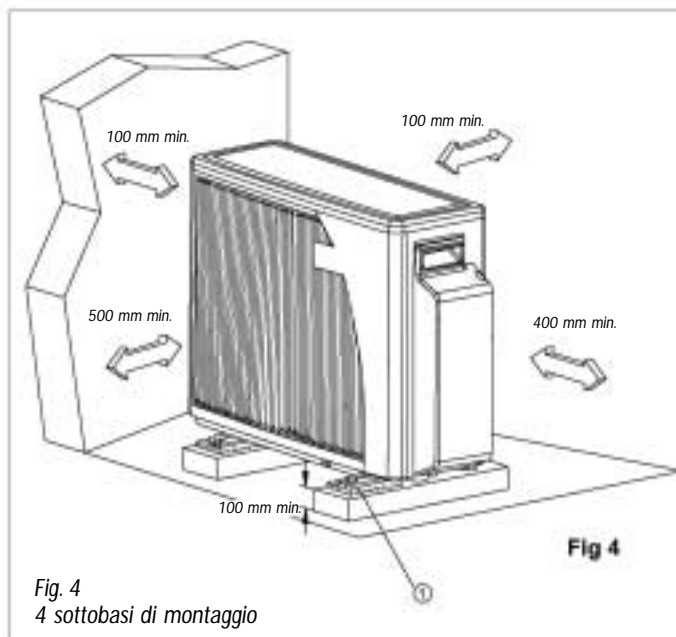

Fig. 4
1. L' aria deve poter circolare senza che alcun ostacolo ne possa difficoltizzare il flusso e l' esecuzione delle operazioni di servizio deve essere possibile e facile (cfr. Fig. 4)